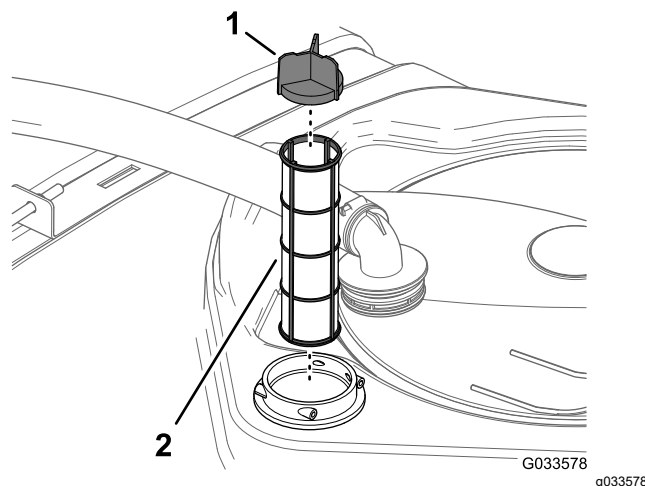

Bild 95
4. Ziehen Sie das Saugsieb aus dem Filtergehäuse im Behälter (Bild 95).